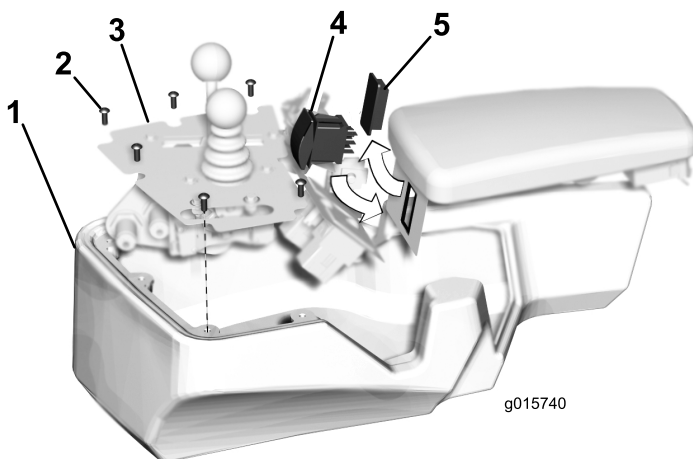

図 1
1. コンソールカバー（図 1）を固定している六角ソケットねじ（7本）を外して、コンソールカバーを取り外す。
2. コンソールの内側から、打ち抜きプラグを打ち抜いて取り付け穴を作る（図 1）。
3. 取り付け穴にロッカースイッチを 図 1 のように入れる。